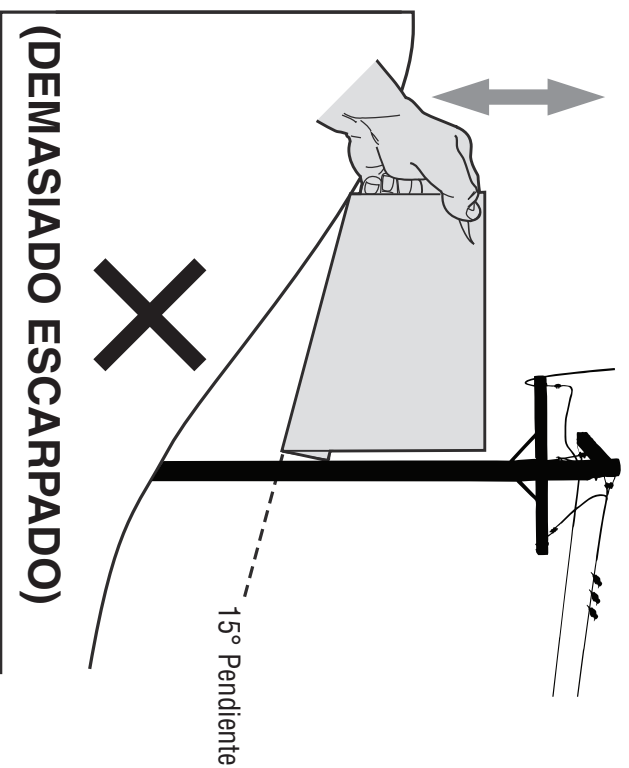

Figura 2
3. Alinee cada lado de pendiente de calibre con el objeto vertical (consultar Figura 1 and Figura 2).
4. Ajuste el pendiente de calibre arriba o hacia abajo hasta los toques esquina izquierda el pendiente (consultar Figura 1 and Figura 2).
5. Si hay un espacio por debajo de la pendiente de calibre, el pendiente es demasiado escarpado por operación segura (consultar Figura 2 above).